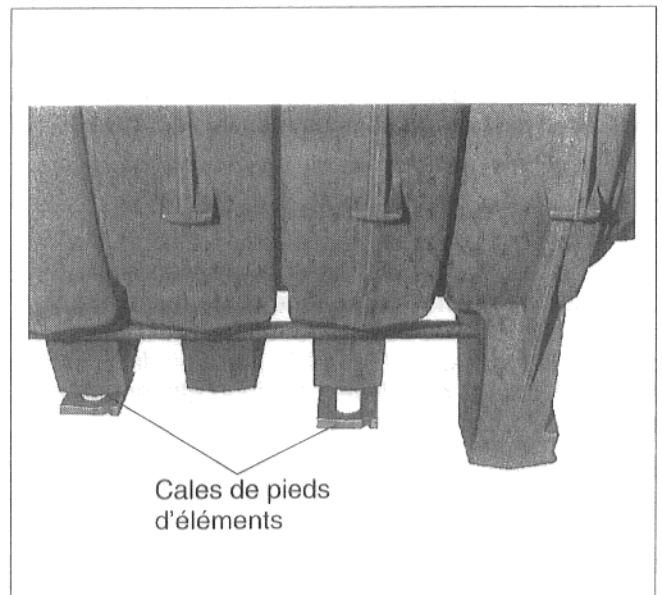

Fig. 18
- Mettre la chaudière d'aplomb et l'aligner à niveau. Si certains pieds d'éléments ne sont pas bien d'aplomb sur le sol, les caler avec les cales de pieds d'éléments ou avec les rubans de tôles livrés avec la chaudière (Fig. 18).